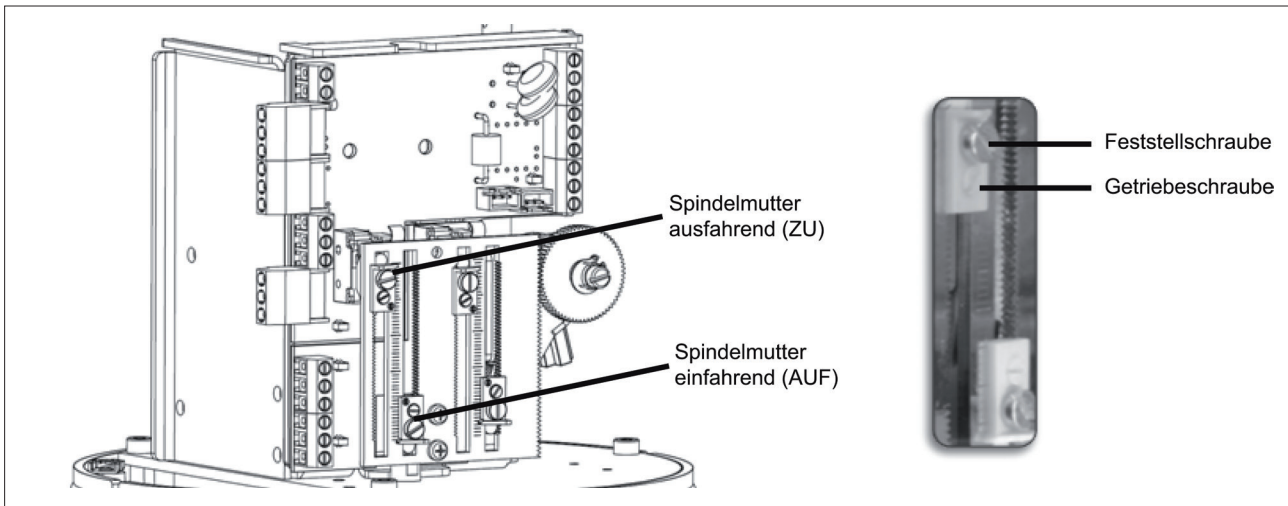

Bild 7: Einstellung der Schaltnocken
- Feststellschraube am entsprechenden Schaltnocken (Bild 7) lösen, den Schaltnocken mit der Getriebeschraube in Richtung des Endschalters bewegen bis dieser hörbar klickt und Feststellschraube wieder anziehen.
- Feststellschraube der entsprechenden Schaltnocken (Bild 7) lösen, Schaltnocken mit Getriebeschraube in Richtung des Endschalters bewegen bis dieser hörbar klickt und Feststellschraube wieder anziehen.
Feststellschraube der entsprechenden Schaltnocke (Bild 7) lösen, Schaltnocke in Richtung des Endschalters bewegen bis dieser hörbar klickt und Feststellschraube wieder anziehen.